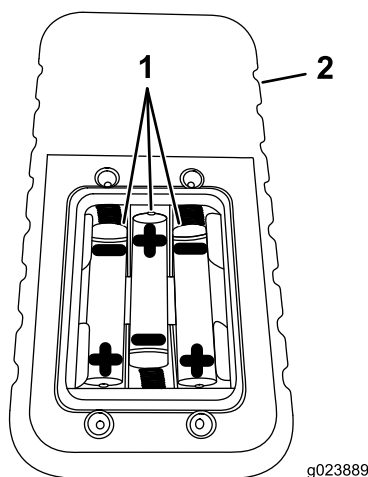

Figura 59
4. Instale 3 baterías AAA nuevas con la orientación indicada en Figura 59.